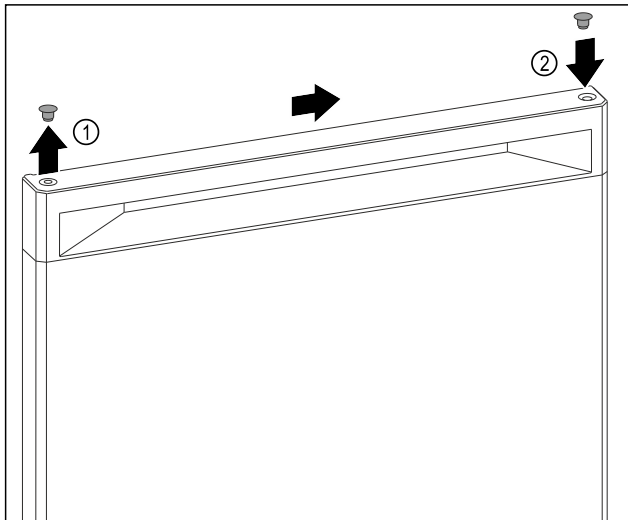

Fig. 7
- ▶ Abdeckstopfen der Türoberseite Fig. 7 (1) vorsichtig mit Schlitzschraubendreher anheben.
- ▶ Abdeckstopfen auf der Gegenseite einsetzen. Fig. 7 (2)